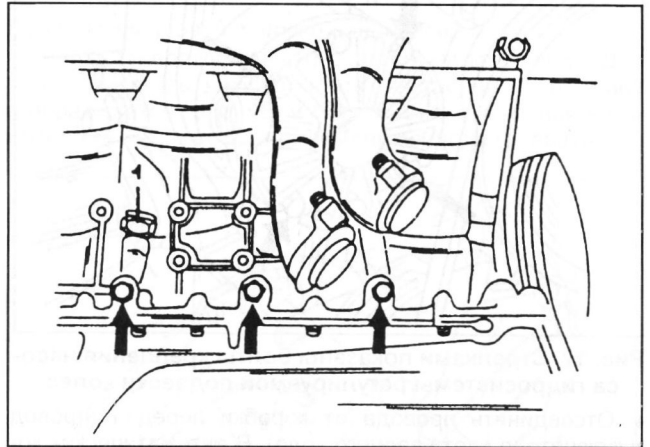

Рис. 10. Расположение пробки слива охлаждающей жидкости (1) на левой стороне блока цилиндров. Не отворачивать указанные стрелками болты.
- ♦ Отвернуть пробку для слива охлаждающей жидкости на правой и левой сторонах блока цилиндров. При этом не путать пробки с болтами крепления крышек коренных подшипников коленчатого вала. На рис. 10 и 11 показаны пробки слива охлаждающей жидкости и стрелками показаны болты крепления крышек.
- ♦ Слить охлаждающую жидкость из системы охлаждения, отвернув сливные пробки с левой и правой стороны блока цилиндров (см. рис. 10 и 11).